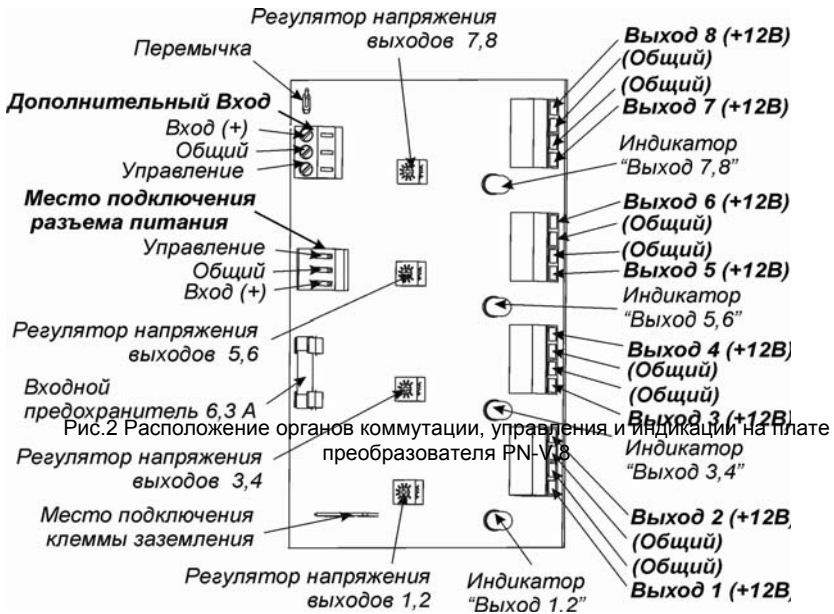

Рис.2 Расположение органов коммутации, управления и индикации на плате преобразователя PN-V.8
- подключить подводящие провода нагрузок к клеммам «ВЫХОД», «ОБЩИЙ» плат преобразователей PN-V.8, минусовой провод – к клемме «ОБЩИЙ», плюсовой – к клемме «ВЫХОД» (см. рис.2 Приложение);